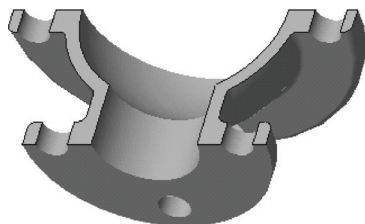

图 11-84 创建单一装配剖面
STEP 04 单击“完成”按钮 ，返回到“视图管理器”对话框，单击“关闭”按钮，即可创建单一装配剖面，效果如图 11-84 所示。